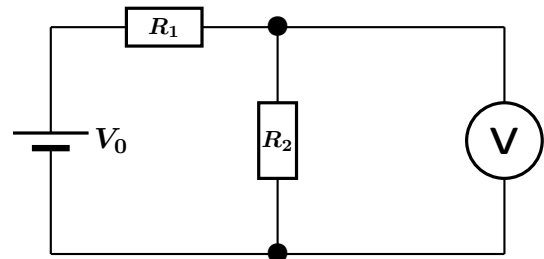

Figura 10: Circuito divisor de tensão.
Divisor de tensão Um circuito divisor de tensão básico obtém-se ligando duas resistências em série R_1 e R_2 a uma fonte de tensão V_0 , tal como se representa na figura 10.
- Realize o circuito divisor de tensão da figura 10, que consiste numa fonte de tensão (V_0), duas resistências eléctricas em série $R_1 = R_2 = 3,3 \text{ k}\Omega$ e um voltímetro (V).